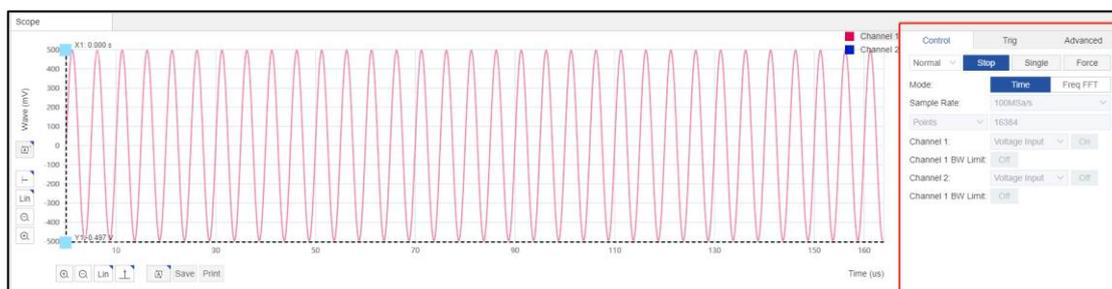

图 3.3-3 示波器“Control（控制）”栏设置
4、在操作软件的左侧列表中点击打开“Scope（示波器）”功能模块，并在右侧的“Control（控制）”栏中，将“Mode（示波模式）”设置为“Time（时域模式）”、“Sample Rate（采样率）”设置为 100 MSa/s、“Points（采集点数）”设置为 16384、“Channel 1（示波通道 1）”设置为“Voltage In（电压输入）”，状态为开启、“Channel 1 BW Limit（示波通道 1 带宽限制）”设置为关闭、“Channel 2（示波通道 2）”设置为“Voltage In（电压输入）”，状态为关闭、“Channel 2 BW Limit（示波通道 2 带宽限制）”设置为关闭，设置如图 3.3-3 所示。